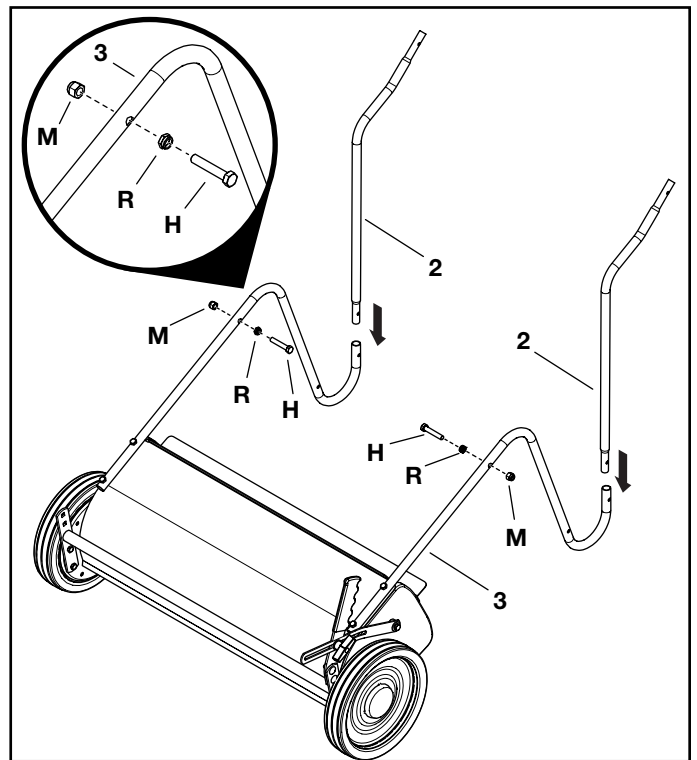

FIGURE 6
### STEP 6: (SEE FIGURE 6)
(VOIR LA FIGURE6) Fixez un boulon 3/8-16 x 2 GR2 (H), un écrou hexagonal 3/8-16 (R), et un écrou hexagonal 3/8-16 Nylock (M) à chaque tube de béquille inférieur (3). Faites glisser les tubes de béquille supérieurs (2) dans les tubes de béquille inférieurs (3).